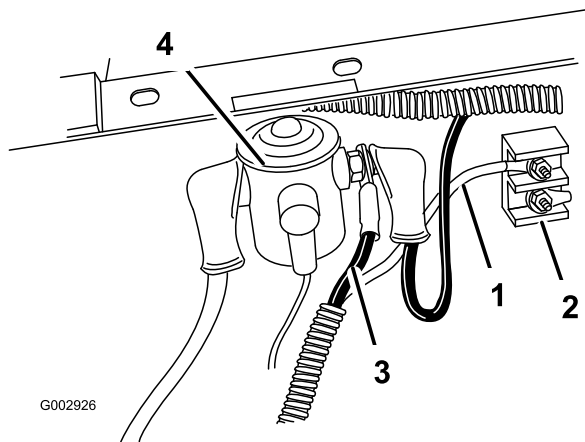

Figura 7
10. Collegate il conduttore elettrico al solenoide sotto il sedile del conducente (Figura 7).
11. Collegate l'estremità del filo nero di messa a terra ad un prigioniero di messa a terra, sulla morsettiera di messa a terra (Figura 7).